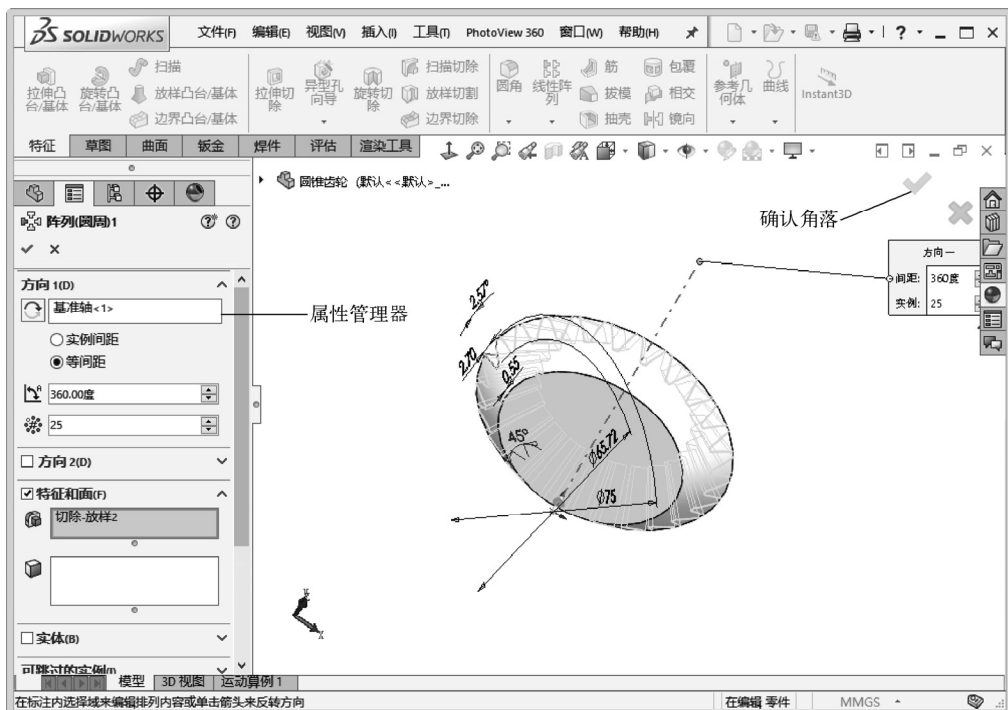

图 1-5 确认角落
- “激活确认角落”：选择该复选框后，当进行某些需要进行确认的操作时，在图形窗口的右上角将会显示确认角落，如图 1-5 所示。